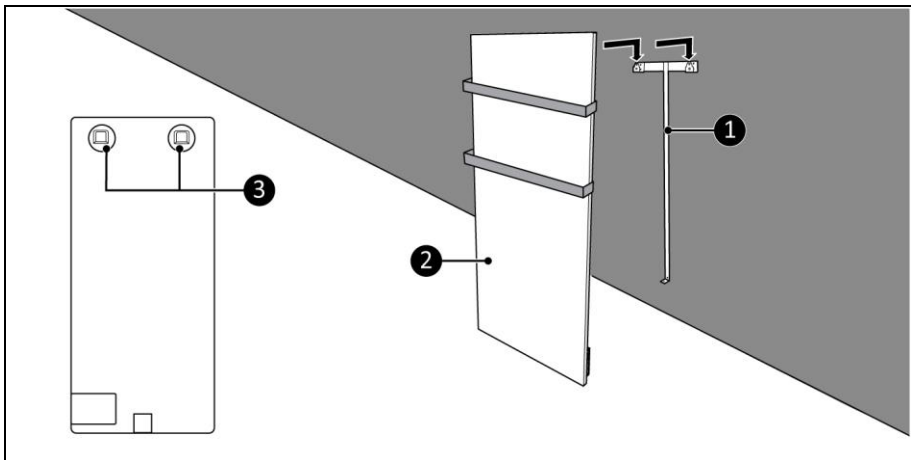

Figure 9
11. Placez les supports de l'appareil (Figure 9, pos. 3) sur le support mural (Figure 9, pos. 1).
12. Glissez l'appareil (Figure 9, pos. 2) dans les ouvertures du support mural.